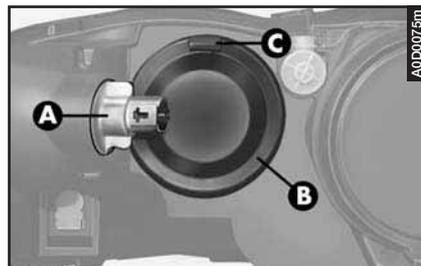

fig. 45
- Ruotare in senso antiorario e sfilare il portalampada (**A-fig. 45**) della freccia, senza staccare il connettore, per aumentare lo spazio di manovra.